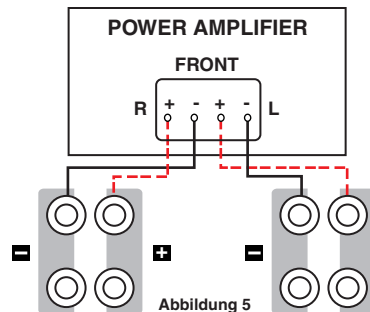

Abbildung 5
**Hinweis: Um einen korrekten Betrieb sicherzustellen, muss das Kabel vom roten Terminal (+) am Lautsprecher mit dem roten Terminal (+) an Ihrem Verstärker oder Receiver verbunden werden. Entsprechend muss das Kabel vom schwarzen Terminal (-) am Lautsprecher mit dem schwarzen Terminal (-) an Ihrem Verstärker oder Receiver verbunden werden. (Abb. 5)**